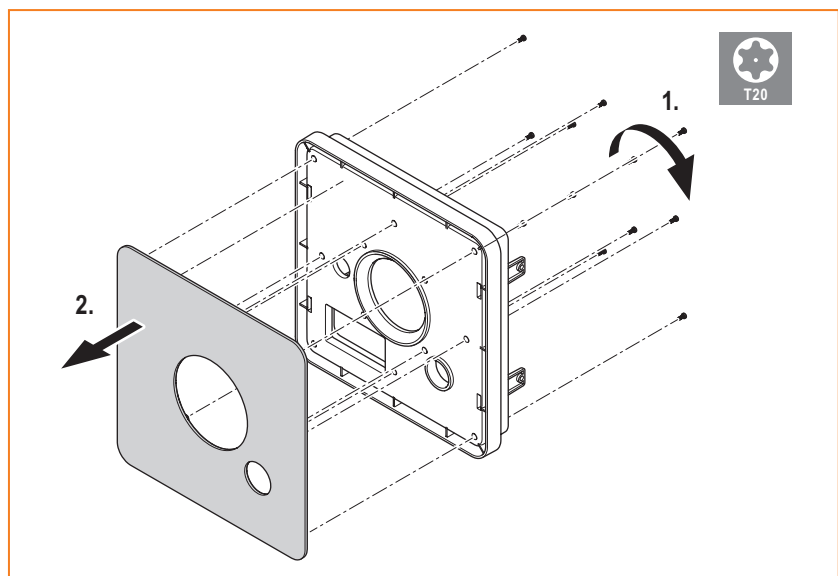

Bild 3 Blende vom Gehäusedeckel abschrauben
- ▶ Entfernen die Befestigungsschrauben an der Rückseite des Gehäusedeckels (siehe Bild 3).
- ▶ Nehmen Sie die Blende vom Gehäusedeckel ab (siehe Bild 3).